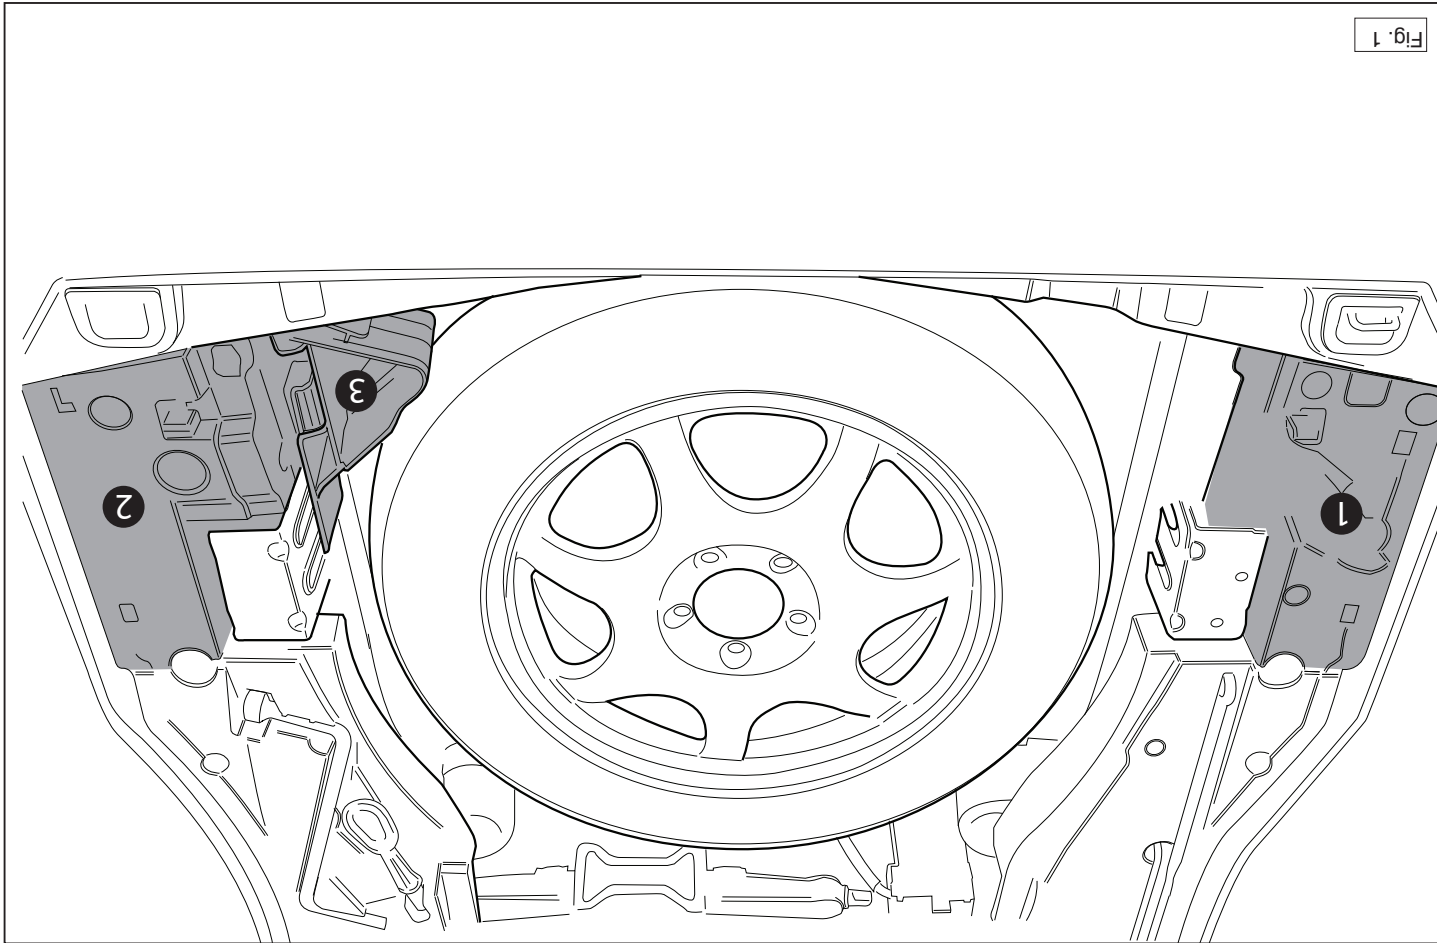

Fig. 1
3. Die in Abbildung 1 angegebenen Teile abmontieren.
3. Démontez les pièces indiquées sur la figure 1.